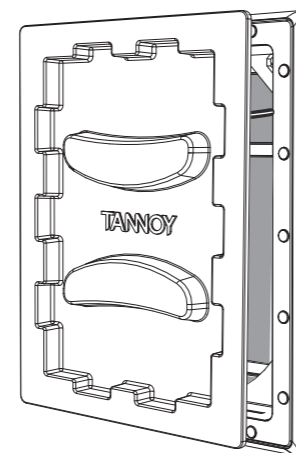

Fig. 12. Adding the Paint Mask to the Frame
2. Presione la máscara de pintura en el marco, donde se mantendrá en su lugar mediante imanes (Fig. 12). Esto se deja en su lugar mientras se pinta la pared y el marco del marco, y hasta que el altavoz esté listo para ser instalado.